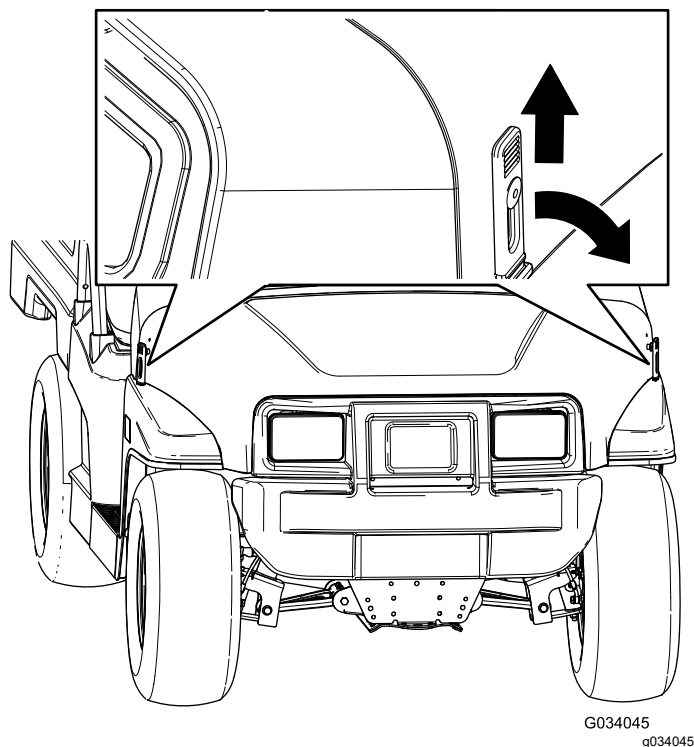

Figure 31
1. Soulevez la poignée des loquets en caoutchouc de chaque côté du capot (Figure 31).
2. Fixez le capot en alignant les loquets en caoutchouc sur les ancrages de verrouillage de chaque côté du capot (Figure 31).